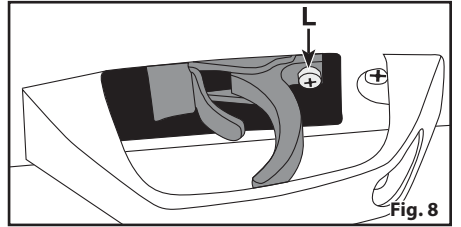

Fig. 8
L. Tornillo De Ajuste Del Gatillo (Vea La Fig. 8)
3. Para disminuir la longitud de la segunda etapa, gire el tornillo de ajuste hacia la derecha (vea la Fig. 8).
4. Para aumentar la longitud de la segunda etapa, gire el tornillo de ajuste hacia la izquierda (vea la Fig. 8).